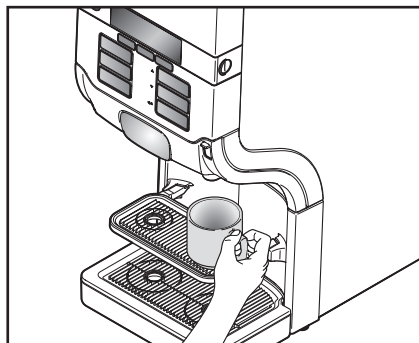

Fig. 10
- Placez votre tasse sur le porte-tasses (fig. 10).